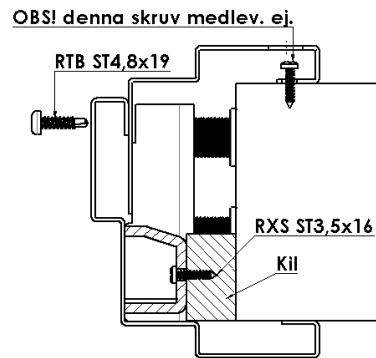

Fig. 8
5. Montera den lösa foderdelen om sådan förekommer. Skjut in den tätt mot väggen och dra åt med skruv nr.2 **RTB T25 ST4,8x19** (självborrande), se fig. 8. Kontrollera så att karmen inte ändras. Om så behövs, finjustera ställhylsorna igen. Fäst foderdelen i väggen, samt tryck fast täcklock, se fig. 8.
För inbrottskyddande dörrset gäller att stödsruvar i slutbleckskåpan skall ligga an mot väggen. Avstånd mellan slutbleckskåpan bakkant och vägg ska kilas. Kilen ska monteras mellan slutbleckets stödsruvar. Kilen skruvas fast genom hål i slutbleckskåpan med skruv nr.5 **RXS ST3,5x16** (Ej krav vid klass 3 enl. ENV1627). Se fig. 8.